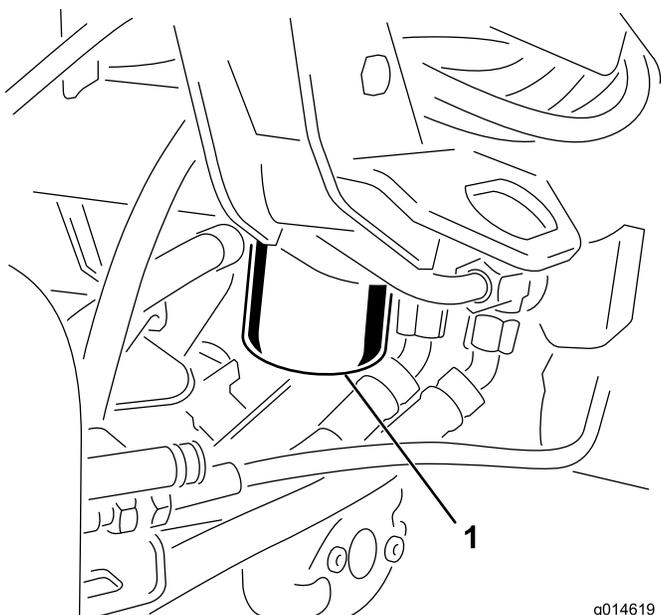

図 58
1. フィルタ容器の周辺をウェスできれいにぬぐう 図 58。フィルタの下に廃油受けを置いてフィルタを外す。